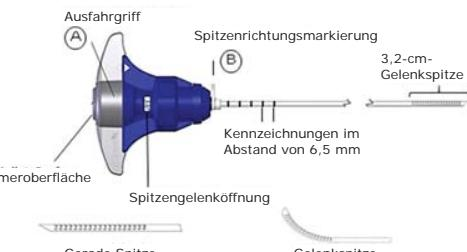

Abbildung 1
Abbildung 1: Der Aufahrgriff (A) ist der drehbare Teil, mit dem die distale Spitze des Geräts gebogen wird. Die Spitzenrichtungsmarkierung (B) zeigt die Richtung an, in die die Spitze gebogen wird.